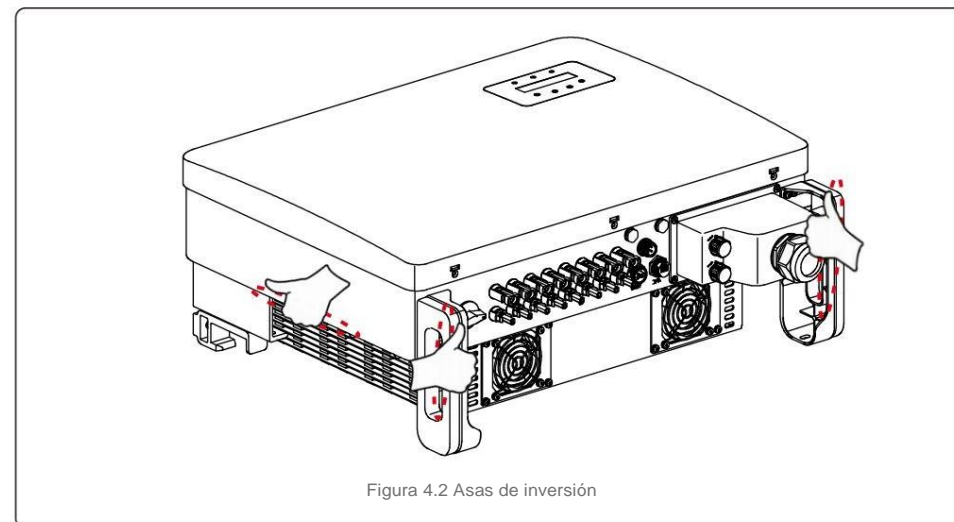

Figura 4.2 Asas de inversión
2. Abra la caja, luego dos personas manejan ambos lados de la inversión a través del área indicada con la línea de puntos. (ver figura 4.2).